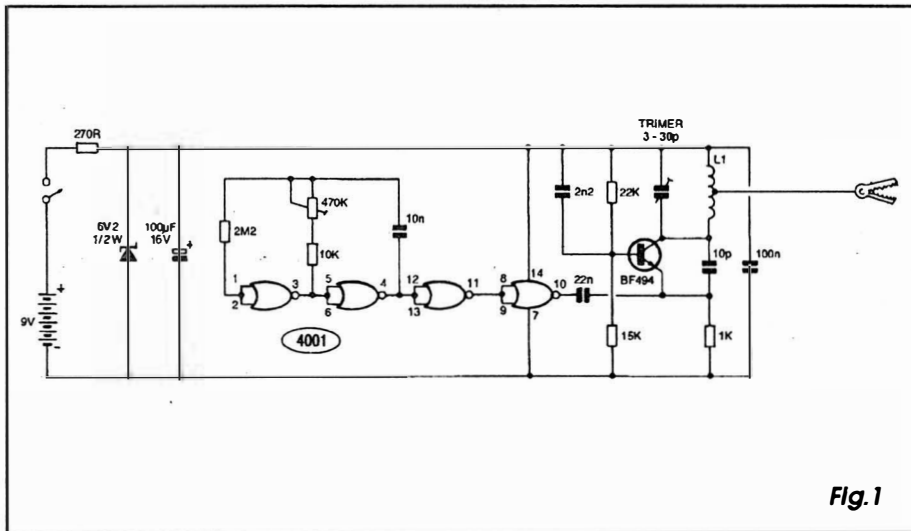

Fig. 1
- FIG. 1 - DIAGRAMA ESQUEMÁTICO DO CIRCUITO - O arranjo é muito simples, apesar de (como comentado...) suficientemente estável, em todos os sentidos... O transistor BF494 (de características apropriadas para a função...) oscila em alta frequência, basicamente determinada pelo ajuste dado ao *trimmer* de 3-30p e pelos parâmetros de indutância atribuídos à bobina L1. Com tal arranjo, mesmo (e por isso mesmo...) sem cristal, os harmônicos se estendem largamente em